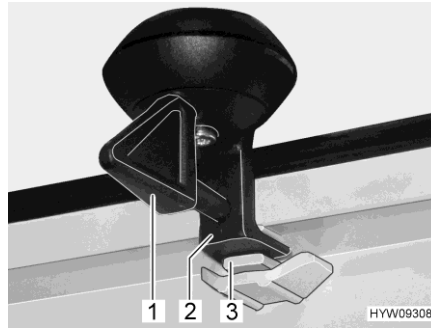

Fig. 52 Bloccaggio (posizione di ricircolo d'aria)
- Ruotare la leva (Fig. 52,1) di un quarto di giro. Il bloccaggio (Fig. 52,2) deve entrare nella rientranza superiore (Fig. 52,3).